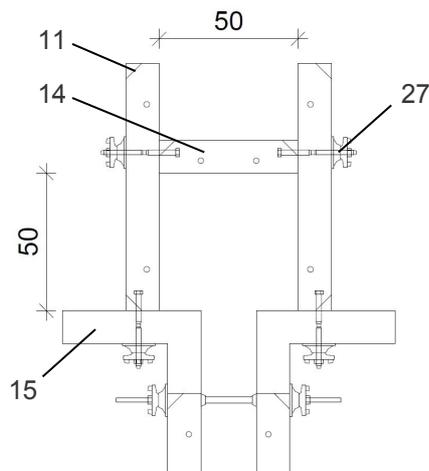

Рис. 74
- Элемент TR/MR 50 (14)
- Элемент TRIO TRS/MR 90 (11)
- Внутренний угол TRIO TE/R(L)-MR (15)
- Гайка-шайба и болт для колонн (27)
- (Рис. 74)